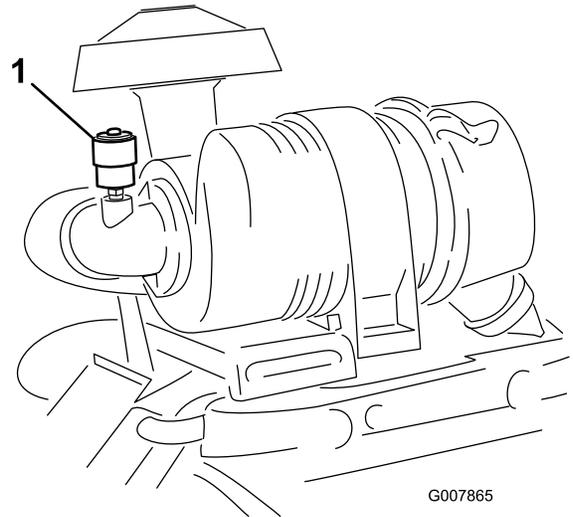

図 44
エア・クリーナの整備はインジケータ（図 44）が赤色になってから行ってください。早めに整備を行っても意味がありません。むしろフィルタを外したときにエンジン内部に異物を入れてしまう危険が大きくなります。
- インジケータ（図 44）が赤になっている場合はリセットする。